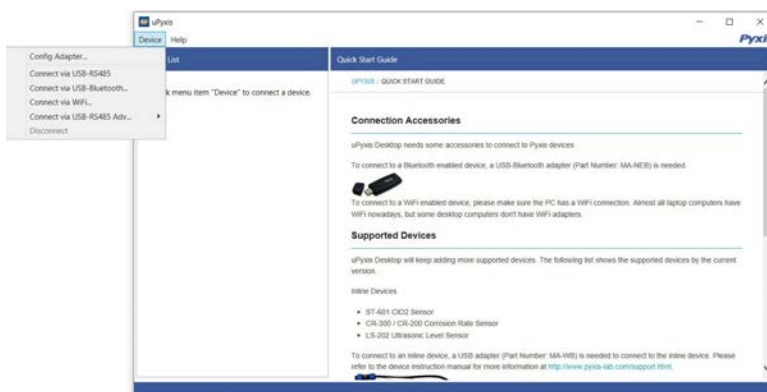

Figura 14.
3. No aplicativo **uPyxis®** para desktop, clique em **Device (Dispositivo)** → **Connect via USB-Bluetooth (Conectar via USB-Bluetooth)** ou **Connect via USB-RS485 (Conectar via USB-RS485)** (Figura 14).
4. Se a conexão for bem-sucedida, a série ST-730 e o Número de Série (SN) serão exibidos no painel esquerdo da janela do **uPyxis®**.